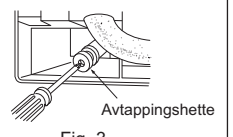

Fig. 3
- Ved kobling av avtappingsslangen til det harde røret i vinylklorid, påse at slangen føres godt inn i røret. (Fig. 3)
- 4) Trekk avtappingshetten inn i delen hvor avtappingsslangen skal festes bakerst i den innvendige enheten. (Fig. 3)